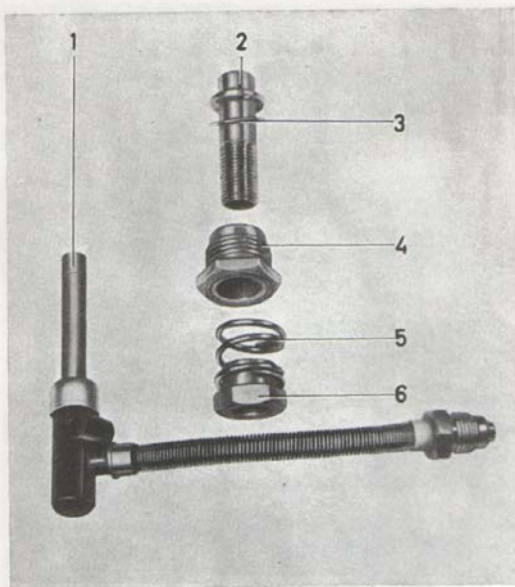

Bild 113. Munstycke isärtaget
- Montera fjäder, justermutter och munstycke, se bild 113. Anslut länken.